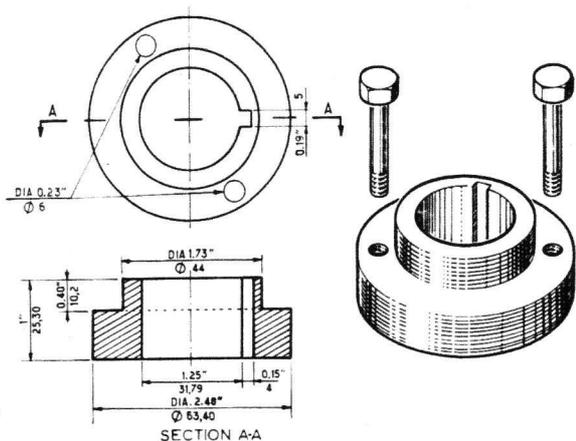

Fig. 23
- j) Retirer le tampon de centrage à l'aide des 2 tiges (fig. 23).